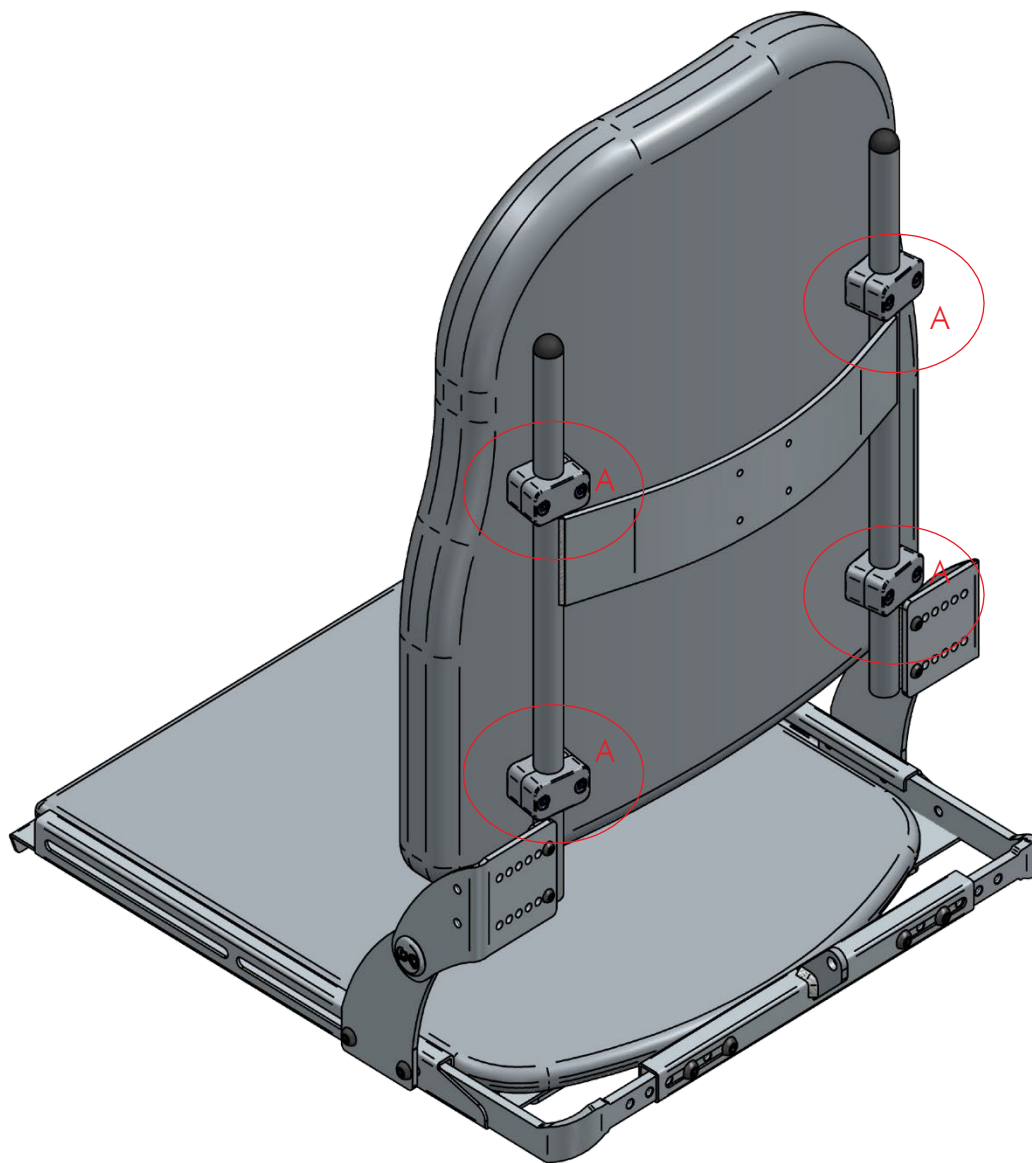

Abbildung 2
1. Lösen Sie die 4x zwei Bolzen (Abb. 2 - Pos. A) an der Rückenpolsterung.
3. Ziehen Sie die 4x zwei Bolzen (Abb. 2 - Pos. A) am Rücken an.